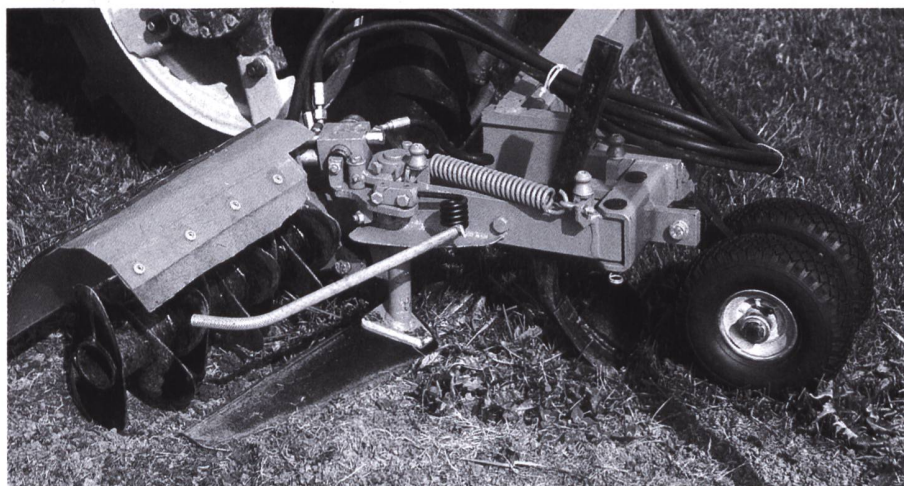

Abb. 3: Der Boden wird mit Flachschar unterschritten sowie mit dem Messerrotor zerkleinert und eingemulcht (Müller).
– mit einem Messerkreisel und Bürste (Abb. 3).